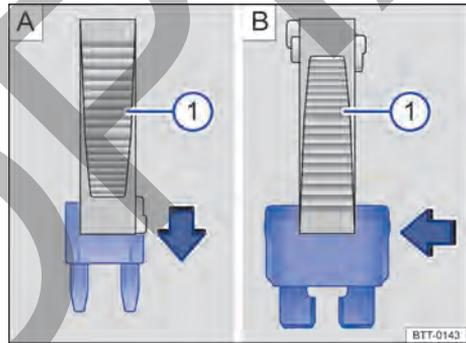

Fig. 163 Quitar o instalar un fusible con la garra de la pinza de plástico ①.
- De ser necesario, retirar la pinza de plástico → fig. 163 ① de la cubierta de la caja de fusibles.
- En caso de *fusibles pequeños*, encajar la garra ① por encima → fig. 163 A.
- En caso de *fusibles mayores*, empujar la garra ① lateralmente sobre el fusible → fig. 163 B.
- Si el fusible está quemado, sustituir el fusible por uno nuevo de la *misma* intensidad de corriente (mismo color e inscripción) y del *mismo* tamaño → ①.